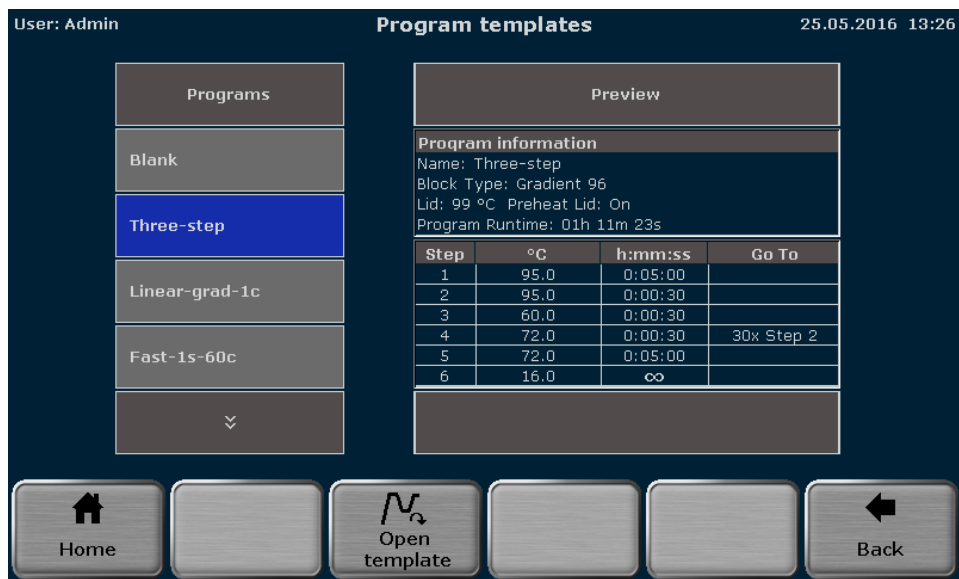

Fig. 19 Biometra TOne, Écran de modèles de programmes
4. Un écran avec des modèles de programme s'ouvre (voir Fig. 19). Utiliser les touches fléchées
Vous pouvez vérifier la structure du programme dans l'aperçu du programme (voir Fig. 19). Lorsqu'un modèle est sélectionné, les étapes du programme et quelques informations supplémentaires sont affichées sous forme de tableau. Grâce à l'aperçu du programme, les modèles peuvent être vérifiés avant l'ouverture.